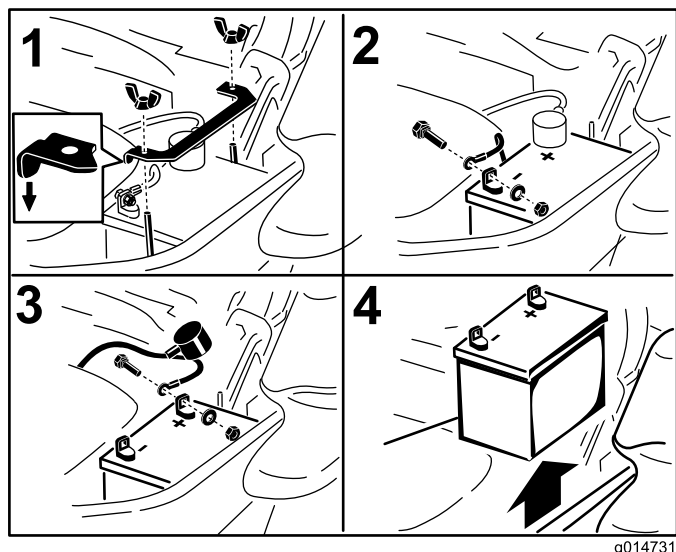

Figura 46
3. Scollegate prima il cavo negativo della batteria (nero) dal morsetto negativo (-)(nero) della batteria (Figura 46).
4. Sfilate la guaina rossa dal morsetto positivo (rosso) della batteria e togliete il cavo positivo (+)(rosso) della batteria (Figura 46).
5. Togliete il dado ad alette che fissa la fascetta della batteria (Figura 46).
6. Togliete la fascetta (Figura 46).
1. Posizionate la batteria nel vassoio, con i poli in posizione opposta al serbatoio idraulico (Figura 46).
4. Fissate i cavi con 2 bulloni, 2 rondelle e 2 dadi di bloccaggio (Figura 46).
6. Montate la fascetta e fissatela con il dado ad alette (Figura 46).